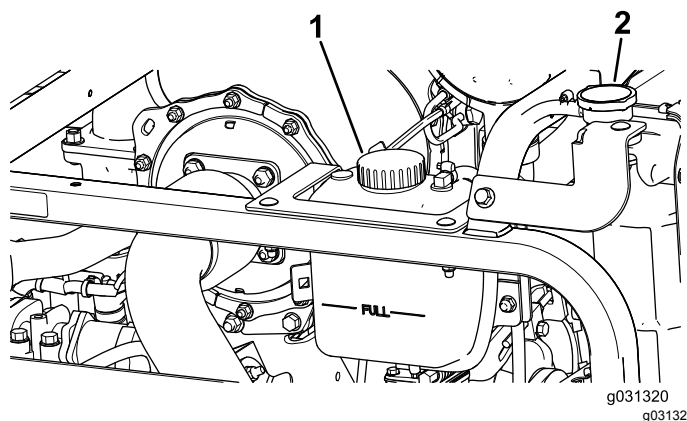

Bild 106
1. Nehmen Sie den Kühlerdeckel und den Deckel des Ausdehnungsgefäßes vorsichtig ab (Bild 106).
2. Prüfen Sie den Kühlmittelstand im Kühler (Bild 106).